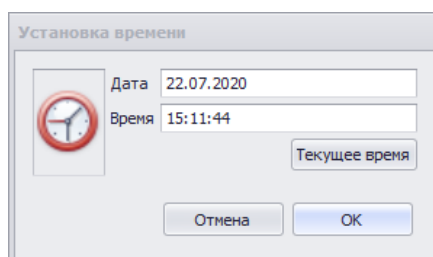

Рисунок 8. Настройка времени
- Установить время. С помощью команды «Прибор -> Настройка времени» вызвать диалоговое окно «Установка времени» (Рисунок 8), в котором установить текущее время и нажать кнопку «ОК».